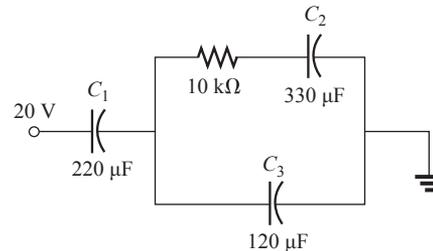

Figura 10.122 Problema 51.
- 51. Para a configuração na Figura 10.122, determine a tensão através de cada capacitor e a carga em cada capacitor sob condições de estado estacionário.